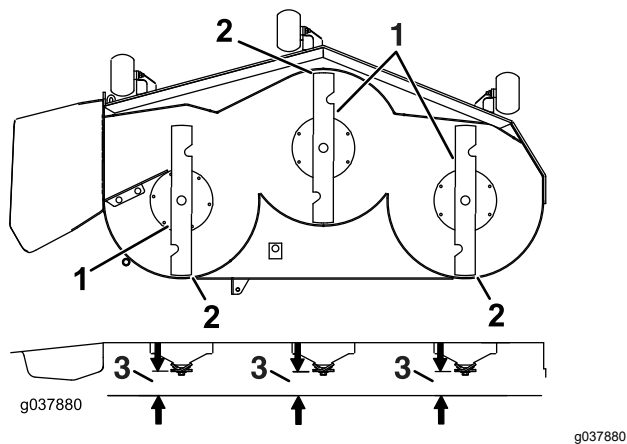

Figure 87
7. Vérifiez l'inclinaison avant/arrière des lames (Figure 87). Vérifiez que la pointe avant de la lame est plus basse que la pointe arrière, comme montré dans le tableau de hauteur de cale et d'inclinaison. Si un réglage est nécessaire, poursuivez cette procédure.